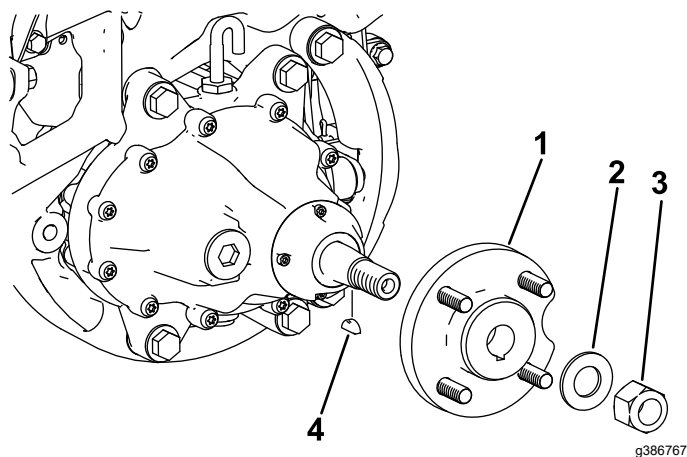

Figura 2
3. Rimuovete il mozzo della ruota rimuovendo il dado e la rondella del mozzo della ruota corrispondenti (Figura 2).
4. Rimuovete la chiave di Woodruff (Figura 2).